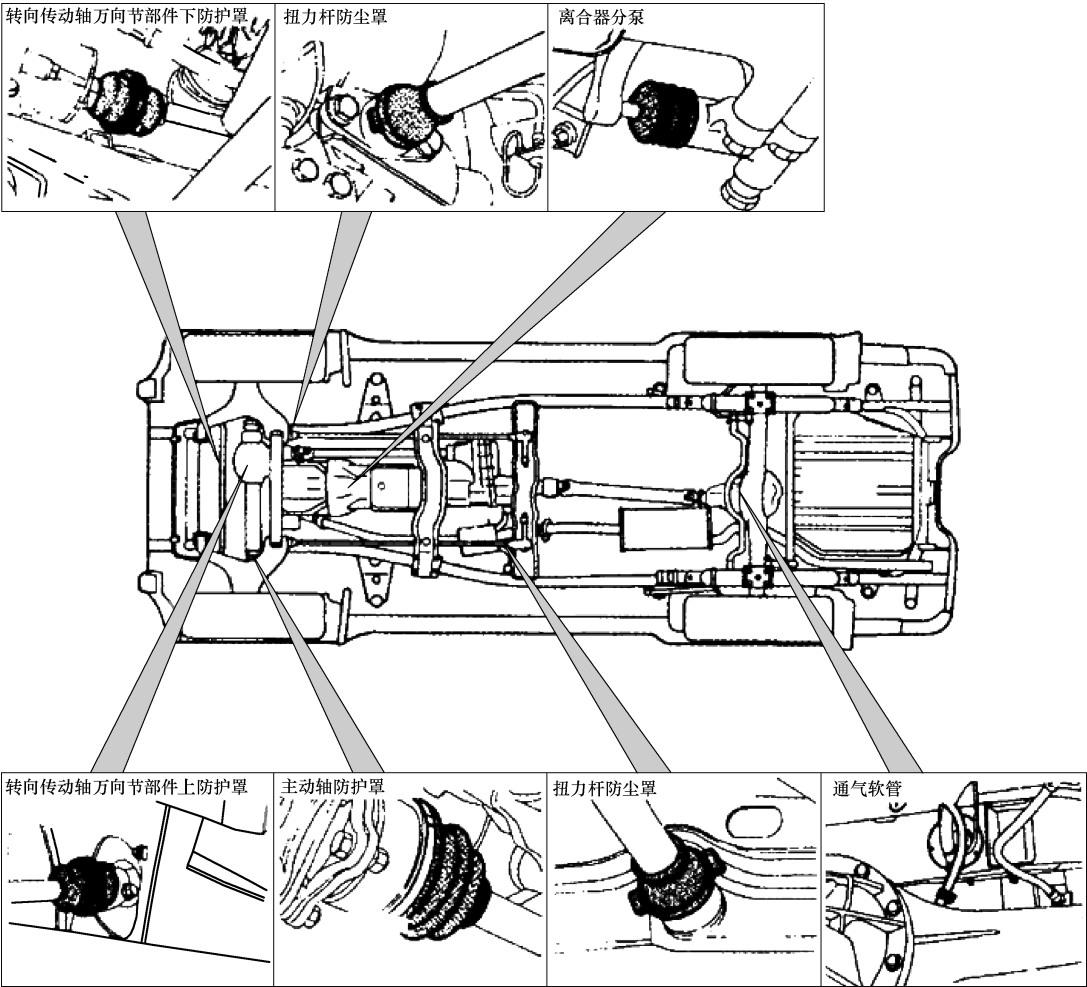

图 1-5 涉水前检查点
1) 检查点如图 1-5 所示, 检查防尘罩和通气软管有无裂缝或损坏。如发现裂纹或损坏, 更换之。